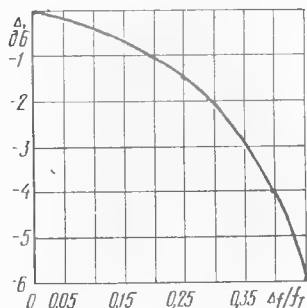

Рис. 1
Зависимость Δ от $\Delta f / f_r$ (рис. 1) можно использовать для выбора f_r при заданном Δ . Например, для получения неравномерности спектральной
Предварительное проектирование цифрового генератора шума сводится к выбору тактовой частоты и числа разрядов регистра сдвига. Тактовая частота f_r рассчитывается исходя из заданного диапазона рабочих частот Δf и допустимой неравномерности спектра Δ в этом диапазоне. Для расчета f_r можно воспользоваться ф-лой (1) или графиком, приведенным на рис. 1. Число разрядов N регистра сдвига может быть выбрано исходя из максимально допустимой δf и f_r по формуле